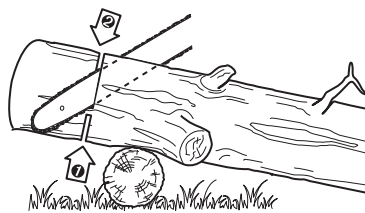

Fig.31
- > Si le tronc est surélevé d'un seul côté (Fig.31), coupez environ 1/3 de son diamètre par en dessous, puis terminez la coupe par le dessus, de manière à rejoindre la première entaille.